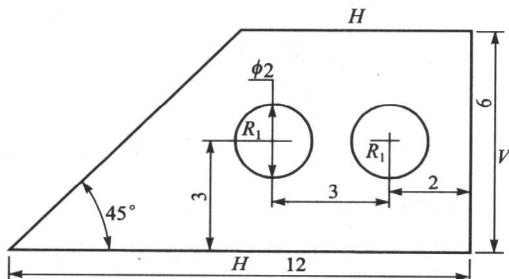

图 1-9 【练习 1-5】完成图
**【练习 1-5】** 绘制图形并标注尺寸如图 1-9 所示。
单击草绘工具栏中的“修改尺寸”按钮 ，修改尺寸为图 1-9 所示的数值。